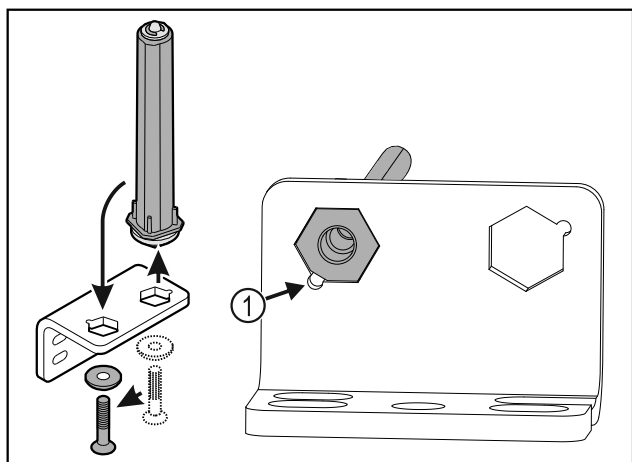

Fig. 36
- Dbejte, aby při vsazování ukazovalo zešikmení čepu Fig. 36 (1) ke kulatému otvoru.